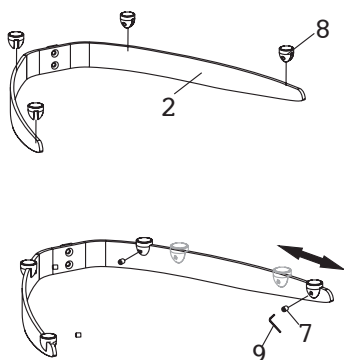

Fig. 1
Monte los tacos (8) a los brazos del soporte (2) con los tornillos (7) y apretelos utilizando una llave allen de 2.5mm (9) (Fig. 1). Si la posición de los tacos no es la correcta, en cualquier momento usted podrá desplazarlos y adaptarlos al tamaño de su equipo TDT, DVD, Vídeo, etc. Una vez haya encontrado la posición adecuada aprete los tacos utilizando una llave allen de 2.5mm (9).